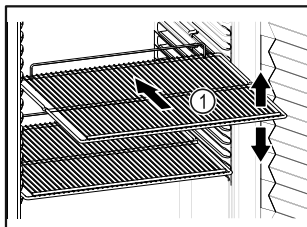

Fig. 57
- Se è possibile spostare i ripiani Fig. 57 (1), regolarli in altezza.